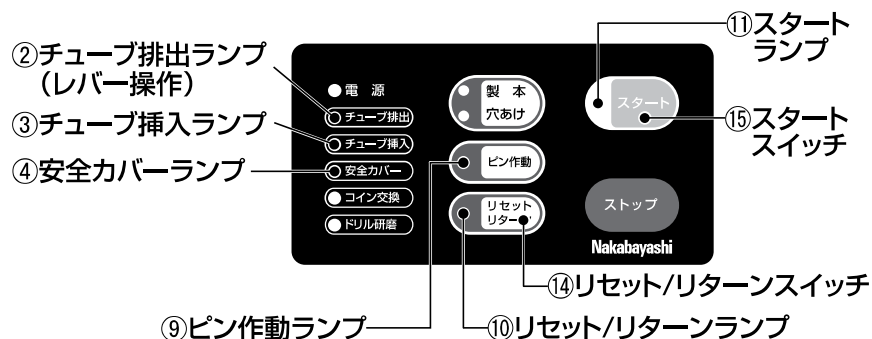

図16
本機はエラーやトラブルが発生した場合、不具合の発生した箇所を操作パネルのランプでお知らせします。 図16 参照
チューブが一定の長さより短くなると、チューブ排出ランプ②が点灯します。次の手順に従って、残っているチューブを取り除いてください。 図16 参照